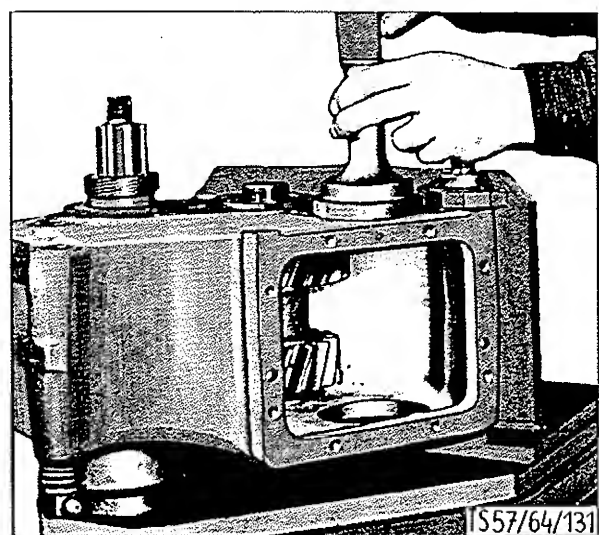

BILD 11: Rollenlager-Außenring einpressen
7. Rechter Rollenlager-Außenring (1/6) mit Rollenkranz in das Gehäuse einbauen (Bild 11). Rollenlager-Innenring (1/6) auf die Antriebswelle (1/4) pressen und diese in das Gehäuse einführen. Sprengring in das Kugellager (1/2) einbauen und Lager auf die Welle und in das Gehäuse treiben.